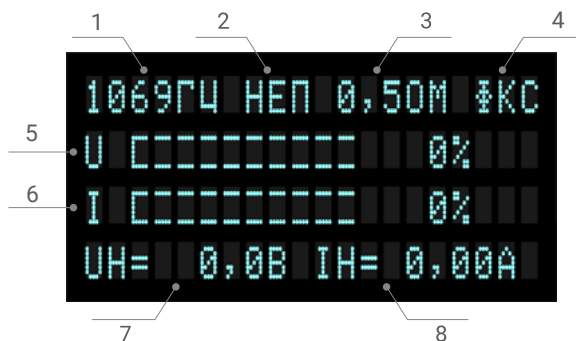

Рисунок 5 - Стартовый рабочий экран
- 5.3.5. Стартовый рабочий экран. По окончании загрузки, если способ управления выбран верно (автономно или дистанционно), на дисплей выводится стартовый рабочий экран (Рис.5):
- 5.3.6. Кнопка **«АУТО»** управляет способом выбора выходного сопротивления генератора и соответствующей выбору индикацией (Рис. 5, п. 4). Нажатие кнопки вызывает поочередную смену индикации **«ФКС»** и **«АВТ»**.
В нижней строке отображаются числовые значения напряжения и тока нагрузки (Рис. 5 п. 7, 8)